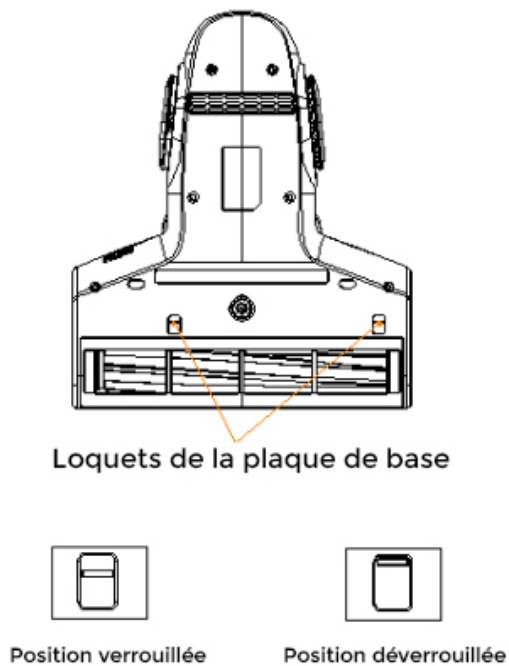

Fig.9
2. Tirer les deux loquets de la plaque inférieure vers l'arrière (Fig. 9).